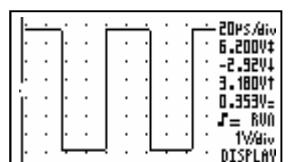

Fig 19
- **Grid** : Fig 19
- **Raster** : Fig 19
- **Grille** : Fig 19
- **Raster** : Abb. 19